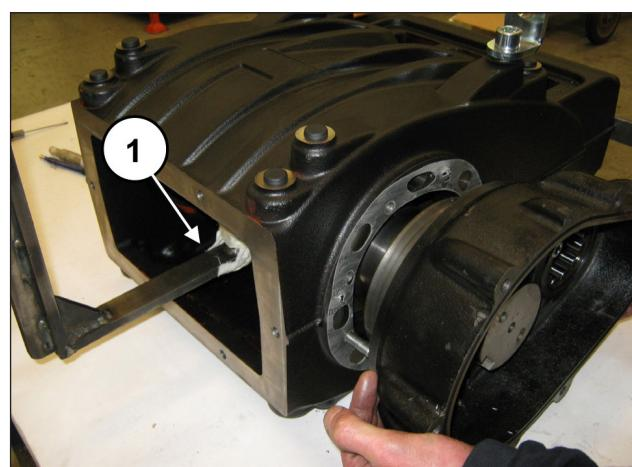

Abb. 25
Entfernen Sie das Gehäuse und stützen Sie dabei die Welle ab (Pos. ①, Abb. 25).